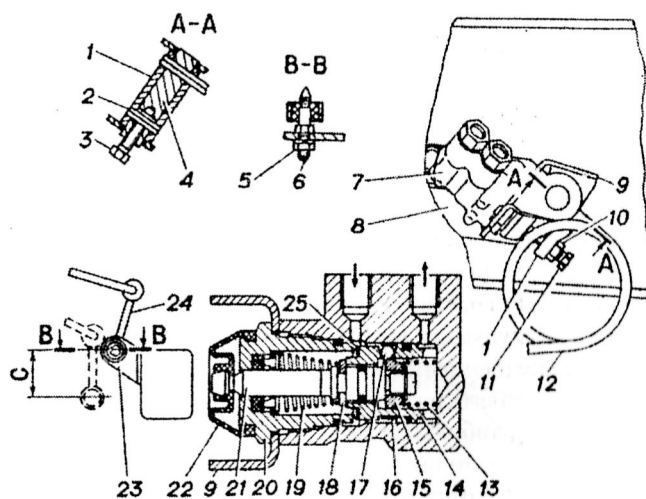

Рис. 9.8. Регулятор давления:
Регулятор давления (рис. 9.8) корректирует давление тормозной жидкости в приводе задних тормозных механизмов в зависимости от загрузки автомобиля для предотвращения его заноса при интенсивном торможении.
2. Отвернуть гайку 5 (рис. 9.8) оси 6 стойки регулятора и отсоединить нижний конец стойки 24 от кронштейна 23 моста.